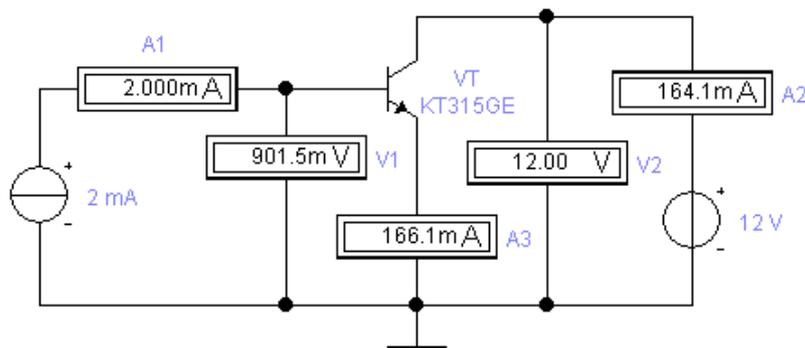

Рисунок 12.12 – Схема измерений статических ВАХ БТ в схеме с ОЭ
12.4.8 Открыть файл ОЭ.ewb со схемой, показанной на рис. 12.12.